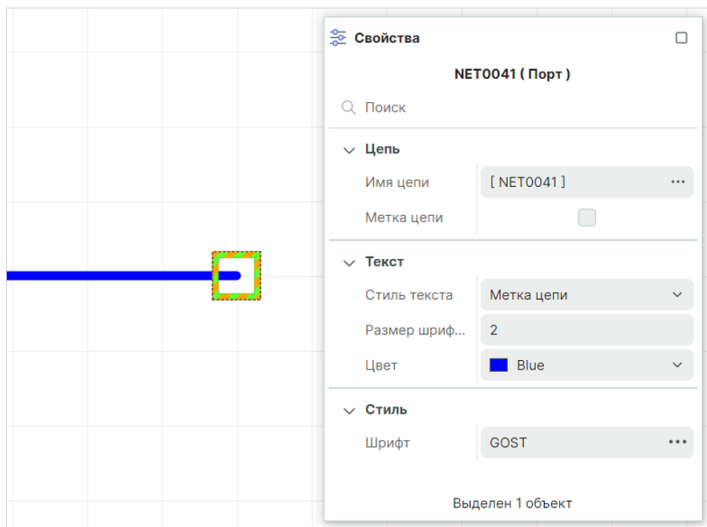

Рис. 121 Символ свободного окончания незавершенной цепи
1. Выделите символ свободного окончания цепи щелчком мыши, см. Рис. 121.